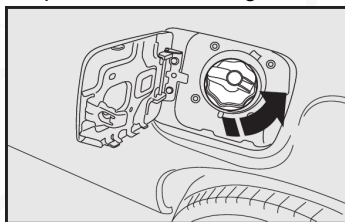

fig. 81
- Gire la llave en sentido contrario a las manecillas del reloj y gire la tapa en el mismo sentido, hasta que esta se libere fig. 81.